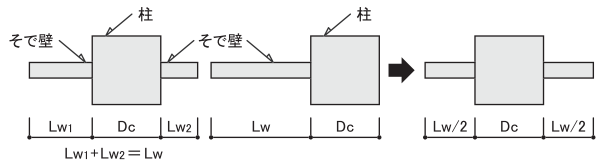

図12 非対称そで壁付柱の置換
- ①コンクリート強度が13.5N/mm2未満の場合、Qsuに対する低減係数krを自動計算します。
- ②そで壁付柱の耐力計算は、非対称断面を指定により対称断面に置換して考慮することができます。(図12)